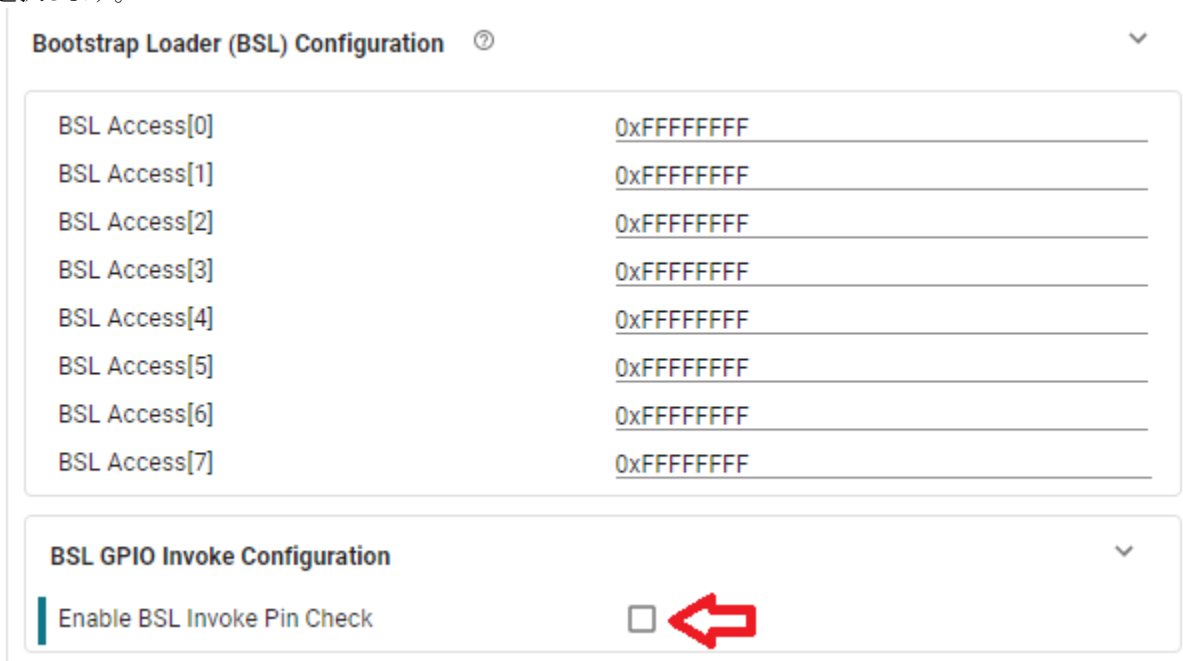
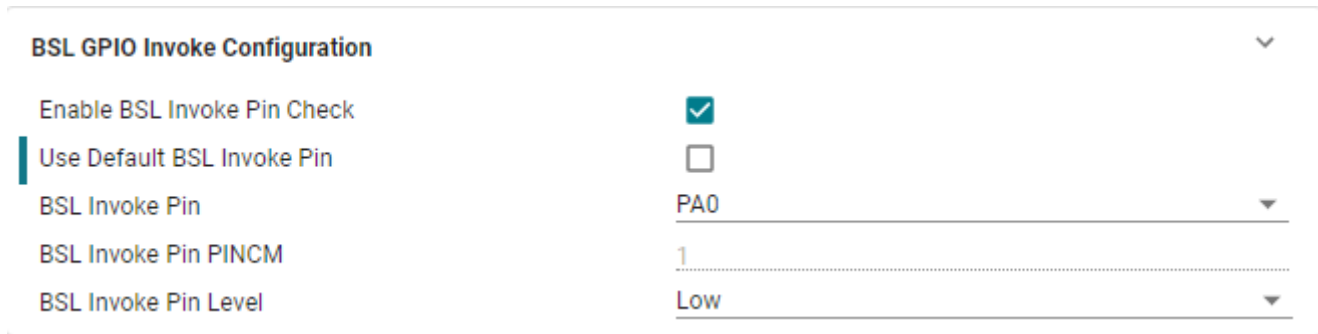

図 3-2. PA18 BSL 起動関数を無効化
図 3-3. BSL 起動として他のピンを選択し
2. 図 3-2 に示されている PA18 BSL 起動関数をディセーブルにするか、図 3-3 に示されている別の BSL 起動ピンを選択します。